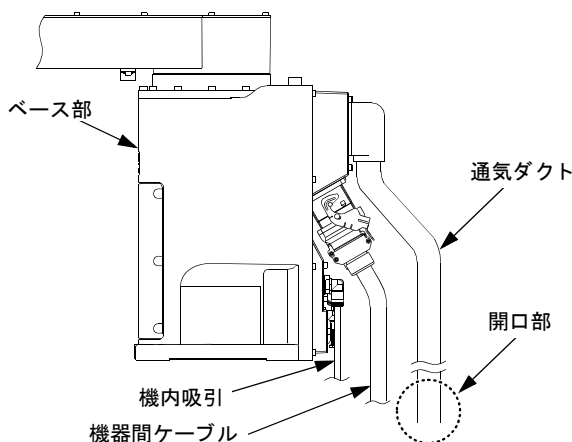

図 2-15：通気ダクトの取付
- 3) ロボット本体ベース部後部に、通気ダクトが取り付けられています。（図 2-15 参照）。通気ダクトの開口部では、Z 軸の上下動作に伴うジャバラ部の体積変化によりロボット本体内の空気の吸排気が発生します。通気ダクトの開口部をロボットのクリーン度に影響を与えない位置に配置してください。また、機内吸引により通気ダクトの開口部において、わずかながら外部から機内への空気の流れがありますので、通気ダクトの開口部の配置には次の 2 点にも配慮願います。